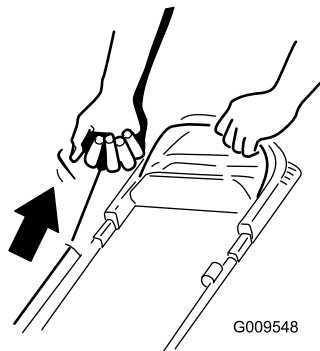

Рисунок 18
2. Без усилия потяните за рукоятку механического стартера (Рисунок 18), пока не почувствуете сопротивление, затем резко потяните за нее и дайте ей медленно вернуться в направляющую троса на рукоятке.